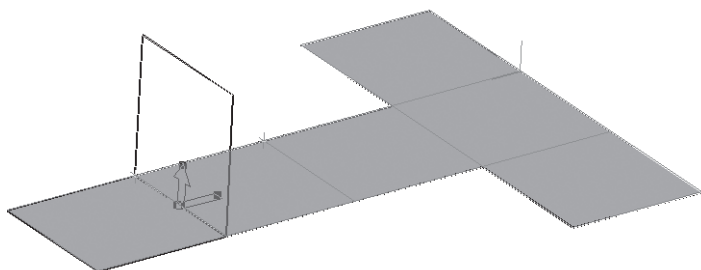

Рис. 373
-  – **Сгиб по линии** инструментальная панель  – **Элементы листового тела**. Щелчком ЛКМ укажите **Базовую** грань сгиба и **Линию** сгиба. При построении сгиба по линии в окне детали отображается фантомная стрелка. Она указывает прямое направление отсчета угла сгиба и его неподвижную сторону – ту часть базовой грани, положение которой при сгибе не изменяется (рис. 373);